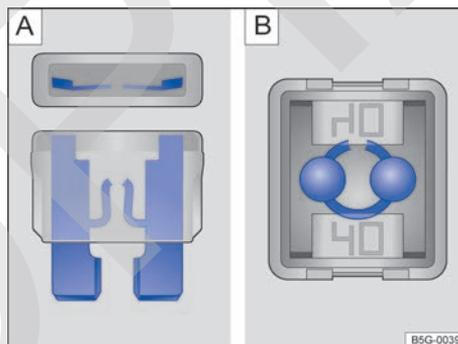

Fig. 182 Fusible fundido.
- Un *fusible enchufable plano (ATO, MINI)* fundido se reconoce por la tira de metal quemada visible desde arriba y desde los laterales a través de la carcasa transparente → fig. 182 **A**.
- Un *fusible tipo bloque (JCASE)* fundido se reconoce por la tira de metal quemada visible desde arriba a través de la carcasa transparente → fig. 182 **B**.